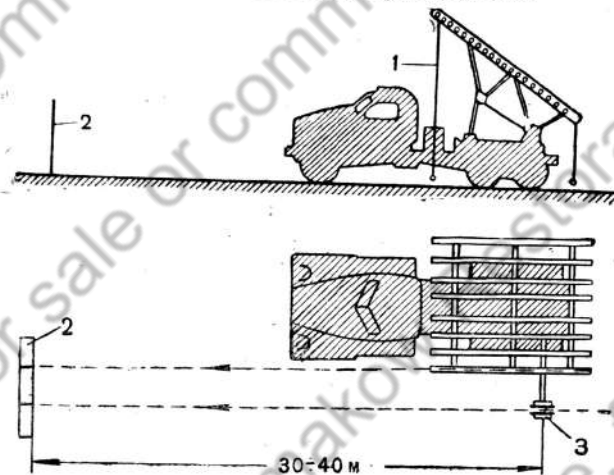

Рис. 42. Проверка нулевой линии прицеливания:
3. Закрепить при помощи тонкого шнура два отвеса: один в начале левой направляющей, другой в конце (рис. 42), при этом шнуры отвесов должны проходить по середине паза нижнего жолоба направляющей.
1. Установить на расстоянии 30—40 м от боевой машины вертикальный щит с нанесёнными на нём двумя вертикальными линиями, расстояние между которыми должно быть равно расстоянию между щелью коллиматора прицела и вертикальной плоскостью, проходящей через центр паза левой направляющей (рис. 42).